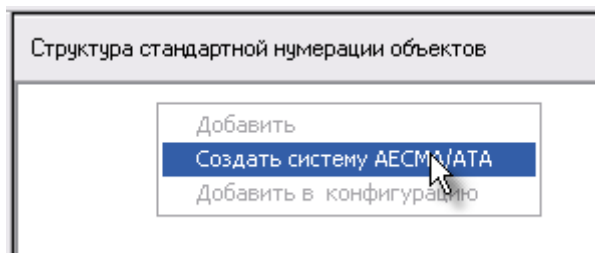

Рис. 10-2
2. Выберите в контекстном меню пункт **Создать систему АЕСМА/АТА** (рис. 10-2).